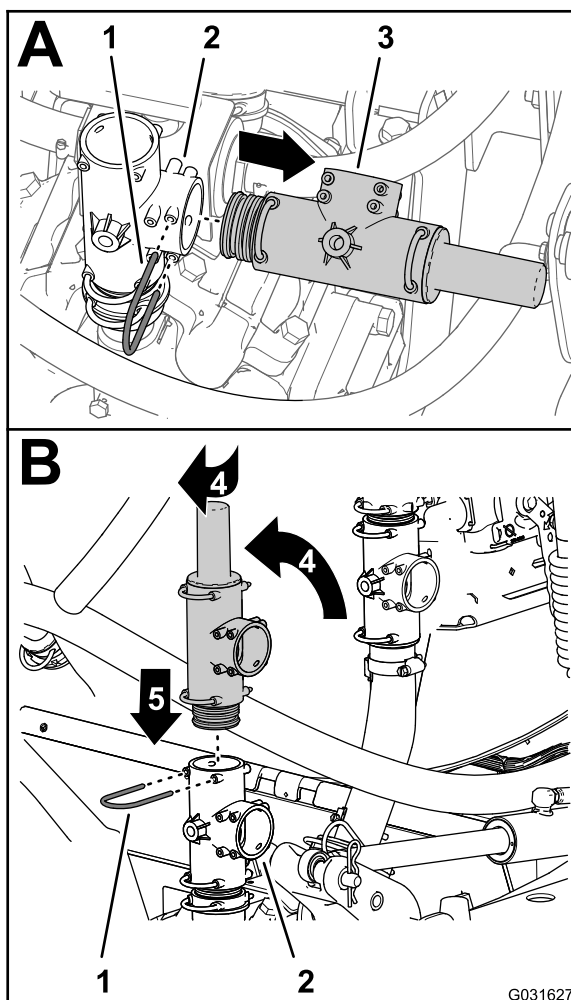

Bild 216
3. Nehmen Sie den Halter ab, mit dem das Druckentlastungsventil am T-Anschlussstück an der Sprühpumpe befestigt ist, und entfernen Sie dann das Ventil (Bild 216).
4. Drehen Sie das Druckentlastungsventil nach oben, wie in **Bild 216** abgebildet.
5. Setzen Sie das Druckentlastungsventil in die Oberseite des T-Anschlussstückes ein, bis es fest sitzt (**Bild 216**).